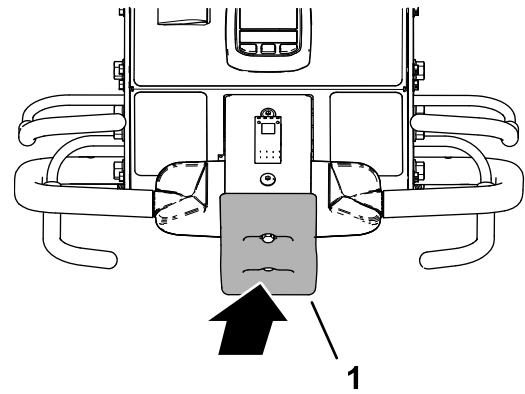

Рисунок 85
**Внимание:** Чтобы немедленно остановить машину, нажмите выключатель аварийного останова (Рисунок 85).